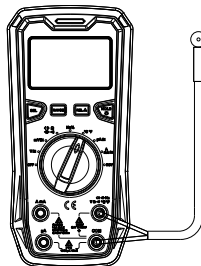

Figure 4
9. Mesure de la température (figure 4)